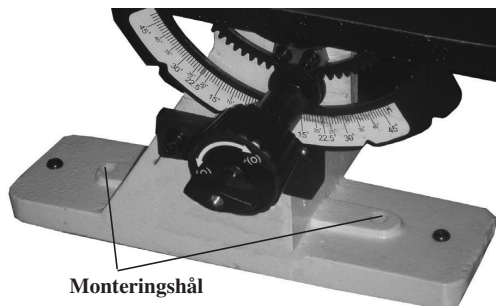

Fig. 01
4. Passa putsbasen över hålen och fäst med hjälp av fyra 5/16"-skruvar (7,9 mm) (eller större) och sexkantsmuttrar. (Se fig. 01.)